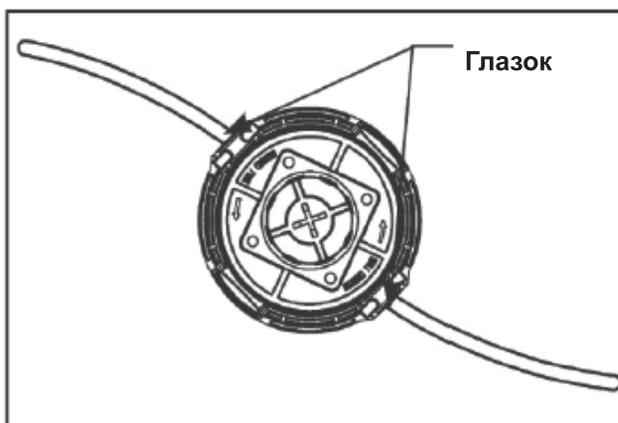

Рис. 15D
7. После правильной установки крышки протяните леску через глазок. Один конец через первый глазок, второй конец через второй глазок (Рис.15D).